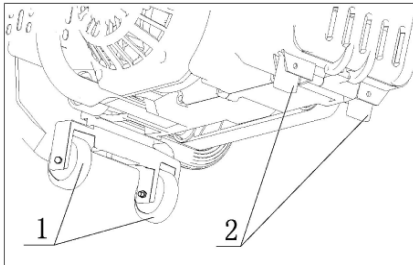

Abbildung 5
- 1) Bauen Sie die beiden Räder (1) und die Gummieinfassungen (2) an der Unterseite der Maschine aus (Abb. 5)